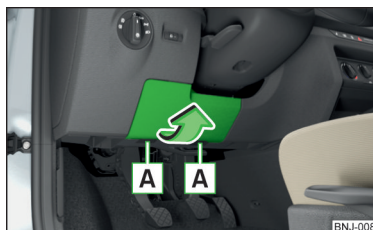

Fig. 199
- > Îndepărtați capacul panoului de siguranțe în sensul săgeții » fig. 199.